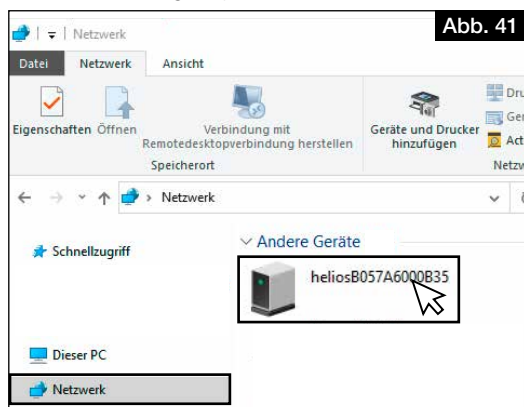

Abb. 41
2. Arbeitsplatz öffnen und auf Netzwerk klicken, vgl. Abb. 41.
① **Die Netzwerkerkennung muss eingeschaltet sein!**
3. Doppelklick auf das entsprechende Gerät, vgl. Abb. 41.